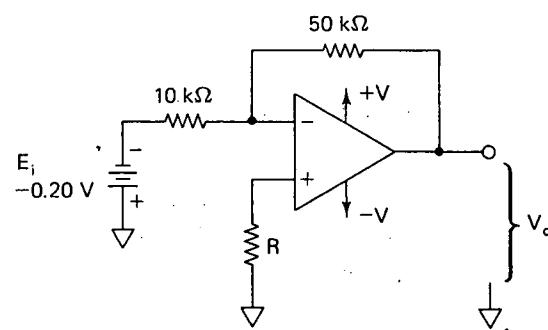

FIGURA P9-16
- 9-16.** Consulte la figura P9-16. $V_{io} = 3 \text{ mV}$, $I_{B-} = 0.4 \mu\text{A}$ e $I_{B+} = 0.1 \mu\text{A}$. (a) ¿Cuál es el mejor valor de la resistencia R ? Calcule el error individual en el voltaje de salida, V_o , debido a (b) V_{io} solamente, (c) I_{B+} solamente; (d) I_{B-} solamente; (e) I_{os} solamente. El valor ideal de V_o debería ser 1.00 V debido a E_i . (f) ¿Cuál es el valor real de V_o cuando encuentran presentes tanto la desviación en el voltaje y corriente de entrada como E_i ?